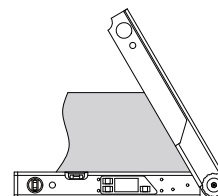
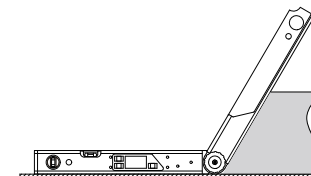
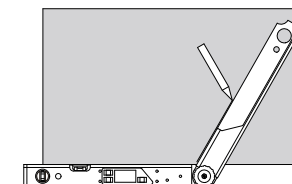

Fig. 3
Fig. 4
Fig. 5
- c. Misurazione dell'angolo (Fig. 3, Fig. 4) e scribing (Fig. 5).